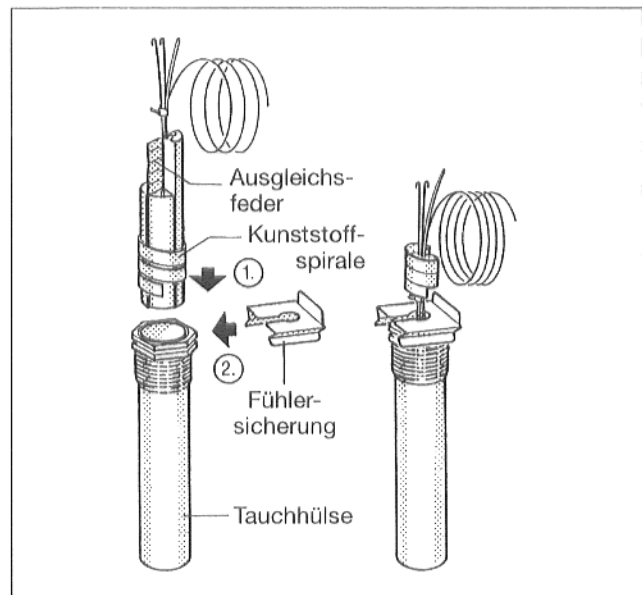

Abb. 22
- Die Kunststoffspirale – zum Zusammenhalten der Fühler – schiebt sich beim Einstecken automatisch zurück (Abb. 22).
- Um den Kontakt zwischen Tauchhülse und Fühlerflächen zu gewährleisten und somit eine sichere Temperaturüberwachung herzustellen, muß die Ausgleichsfeder zwischen den Fühlern eingeschoben sein (Abb. 22).
- Fühlersicherung von der Seite oder von oben auf den Tauchhülsekopf drücken (Abb. 22).